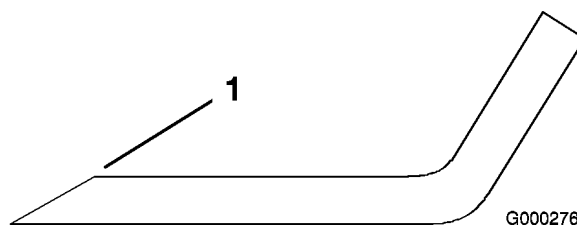

Figure 63
1. Au moyen d'une lime, aiguissez les tranchants aux deux extrémités de la lame (Figure 63) en veillant à conserver l'angle de coupe d'origine. Limez la même quantité de métal sur chacun des deux tranchants pour ne pas déséquilibrer la lame.